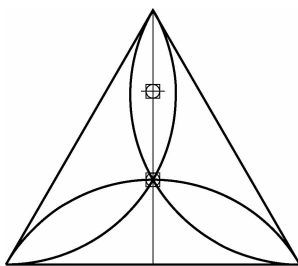

图 2-59 画 3 个圆弧
- (6) 使用“圆弧”命令中的“三点”方式画 3 个圆弧，如图 2-59 所示。